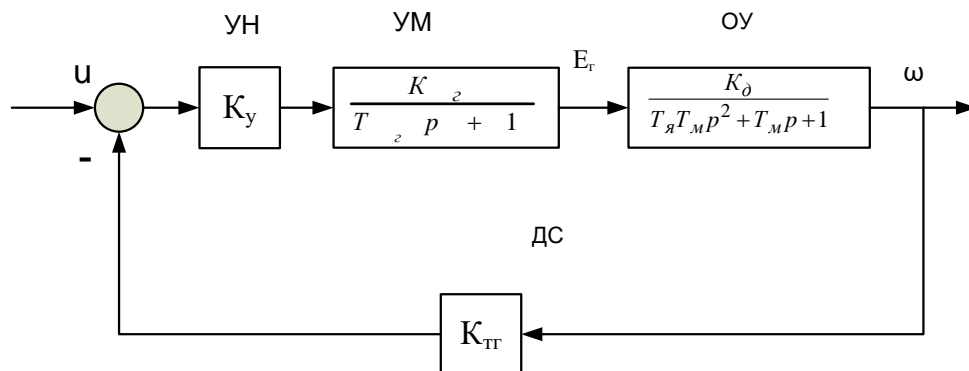

Рис.1
На рис.1 представлена структурно-функциональная схема одноконтурной системы управления двигателем постоянного тока с независимым возбуждением.
На рис.1 приняты следующие обозначения: ОУ - объект управления (двигатель); УН - полупроводниковый усилитель напряжения; УМ - усилитель мощности (генератор постоянного тока); ДС - датчик скорости (тахогенератор); и - напряжение управления;  $E_g$  - э.д.с. генератора;  $\omega$  - угловая скорость вращения вала двигателя (управляемая переменная);  $T_z$ ,  $T_y$ ,  $T_m$  - постоянные времени обмотки возбуждения генератора, якорной цепи двигателя и электрохимическая постоянная времени двигателя, соответственно.
1. По передаточной функции ОУ (рис.1) составить его уравнения состояния в скалярной и векторно-матричной формах; используя численные значения параметров (табл.1), оценить управляемость и наблюдаемость ОУ по критериям Калмана.